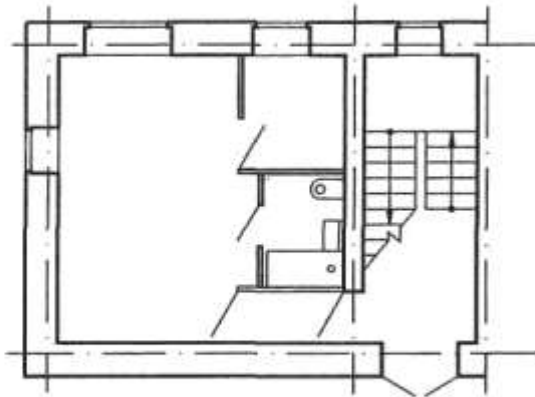

Рис.10
14. Обводка простенков (рис. 10).
Обводку см. на рис. 10